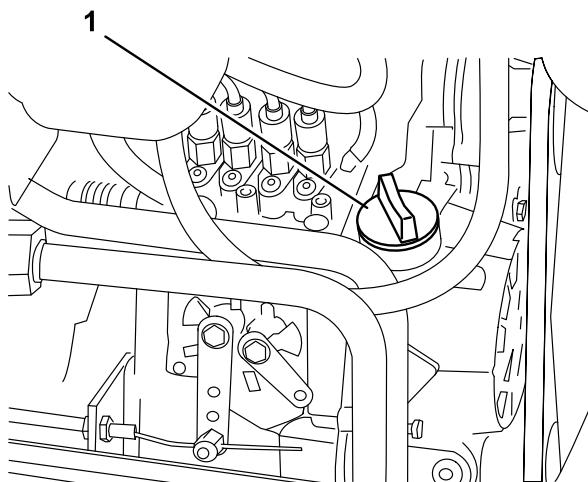

Figura 50
4. Se o nível de óleo se encontrar abaixo da zona de segurança, deverá retirar a tampa de enchimento (Figura 50) e adicionar óleo até que o nível atinja a marca Cheio.